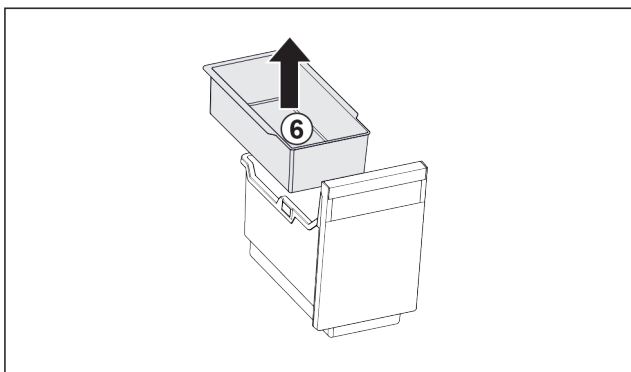

Fig. 119
- Hiqni tasin me varje Fig. 119 (6).